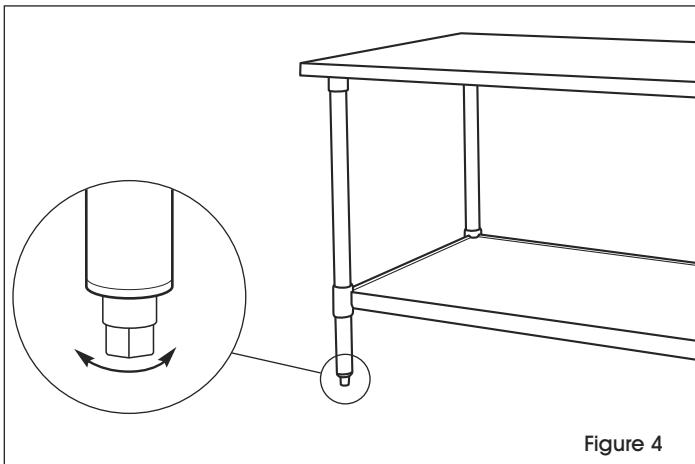

Figure 4
4. Nivelez la table à l'aide des pieds réglables. Les pieds réglables laissent un espace de réglage d'environ 1 po. (Voir Figure 4)